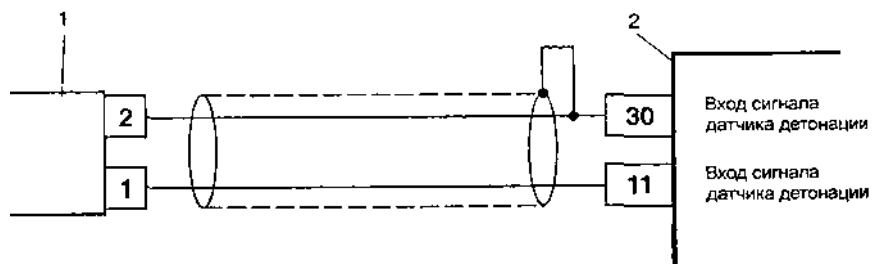

Рис. 3.3.11. Проверка работы датчика детонации:
3.3.15. Проверка датчика детонации и его цепи (рис. 3.3.11)